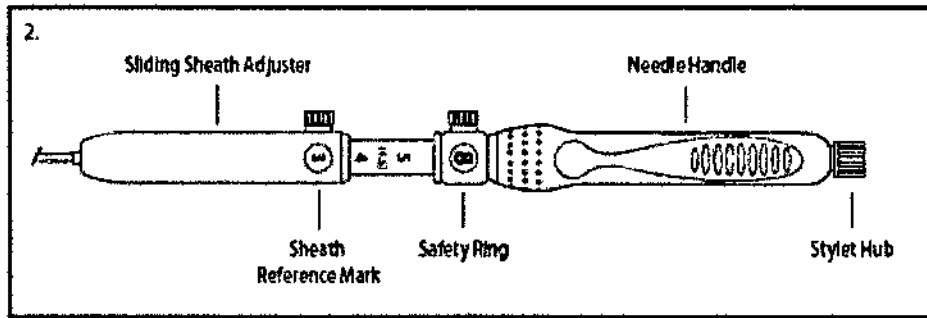

Figura 2a
3. Haga avanzar el dispositivo en el interior del endoscopio para determinar la longitud de vaina deseada. Para ajustar la longitud, afloje el tornillo de mano del ajustador deslizante de la vaina y deslícelo hasta obtener la longitud deseada. Nota: La marca de referencia de la longitud de la vaina aparecerá en la ventana del ajustador deslizante de la vaina. (Vea figura 2a). Ajuste el tornillo de mano del ajustador deslizante de la vaina para mantener la longitud deseada de la vaina.